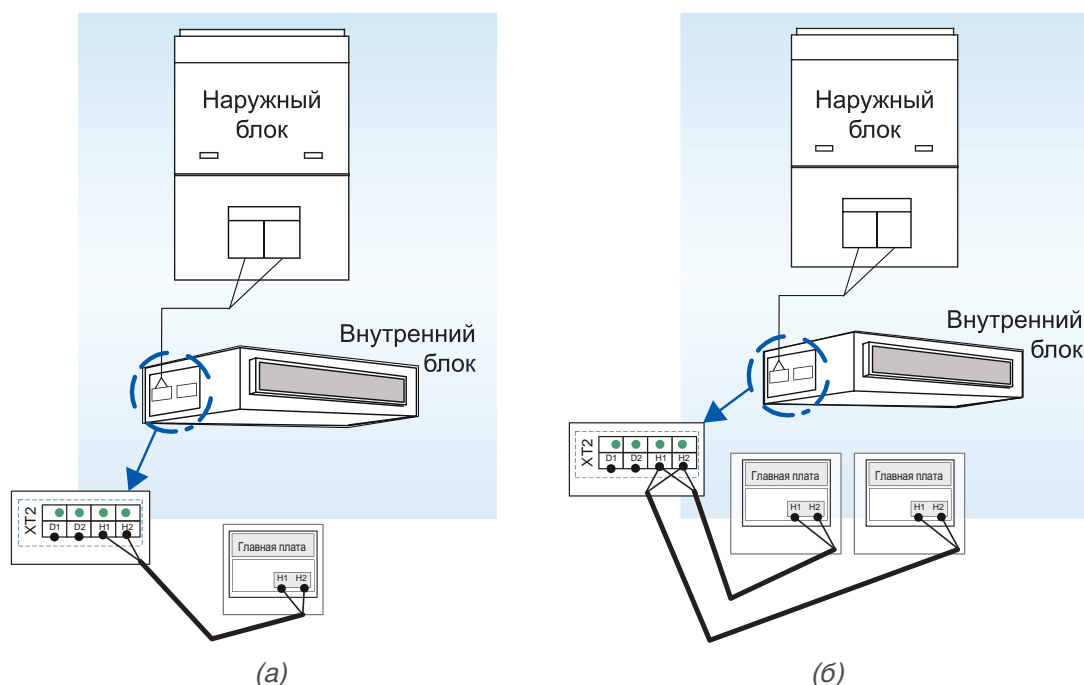

Рис. 8.4.
8.3.1. Для управления одним внутренним блоком может использоваться один (рис. 8.4.(a)) или два (рис. 8.4.(б)) проводных пульта управления. Схема подключения проводного пульта управления к внутреннему блоку показана на рисунке 8.4.